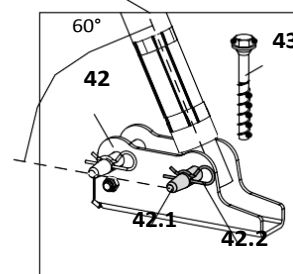

Fig. A4.01b
1. Обезопасете съединителя (41.3) на свързката (41) диагонала на подпорната кула и подравнете. (Фиг. A4.01a)
2. Поставете халката (40.1) на вертикализатора (40) между отворите на свързката.
4. Фиксирайте основната плоча (42) към основата, като използвате анкерни болтове (43). 60°. (Фиг. A4.01b)
5. Прикрепете вертикализатора (40) към основната плоча (42) с помощта на болтове (42.1) и шплентове (42.2). (Fig. A4.01b)